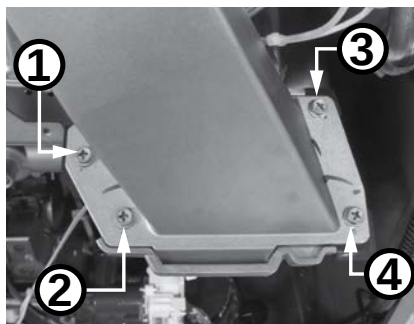

Figura 134 - Retire los tornillos del conjunto de ventilador.
19 Ubique los cuatro (4) tornillos que fijan el conjunto de ventilador al conjunto de puerta del quemador, como se muestra en la Figura 134. Use un destornillador Phillips para retirar los tornillos. Deje los tornillos a un lado en un lugar seguro para volver a instalarlos.